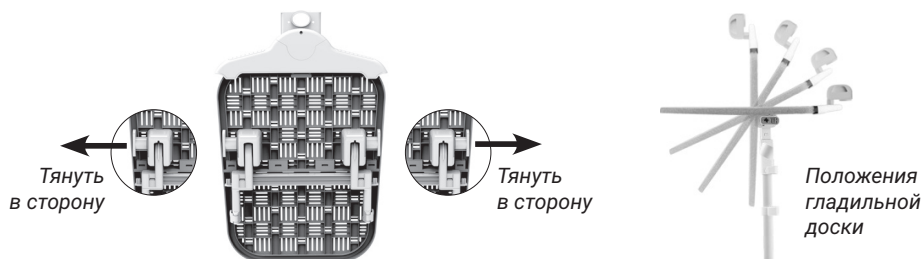

Рис. 5
6. Гладильная доска, идущая в комплекте с отпаривателем, может быть установлена в любом из четырёх положений: вертикальном, горизонтальном или под углом 30° или 60°. Чтобы изменить положение доски, потяните одновременно за фиксаторы, расположенные с двух сторон гладильной доски, наклоните доску под нужным углом и отпустите фиксаторы (рис. 5).